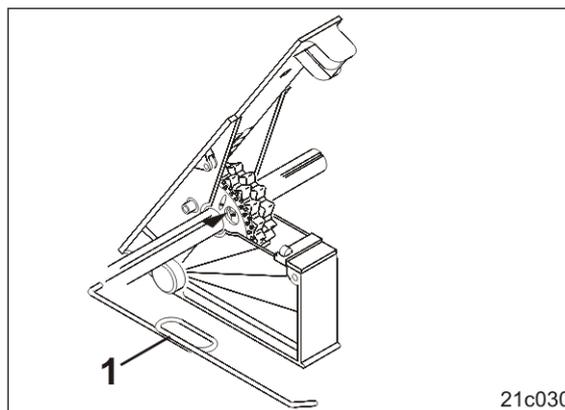

Рис. 140
1. Ключом (Рис. 140/1), входящим в комплект поставки, до упора вдавите расположенный за отверстием штифт в нормальную высевającую катушку.